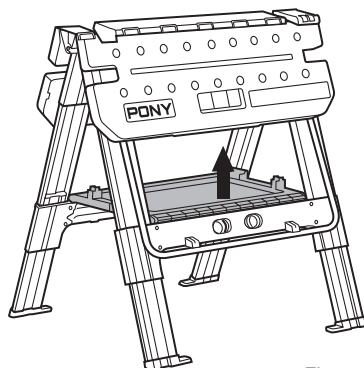

Figure 15
2. Lever le plateau à outils du centre pour permettre aux pattes de se plier. (figure 15)